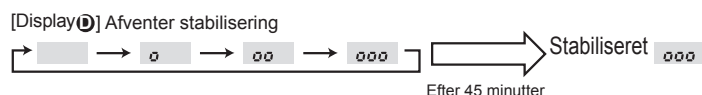

Fig. 8-3
- ③ Tryk på **FILTER** (←) -knappen for at bekræfte indstillingen. (Fig. 8-3)